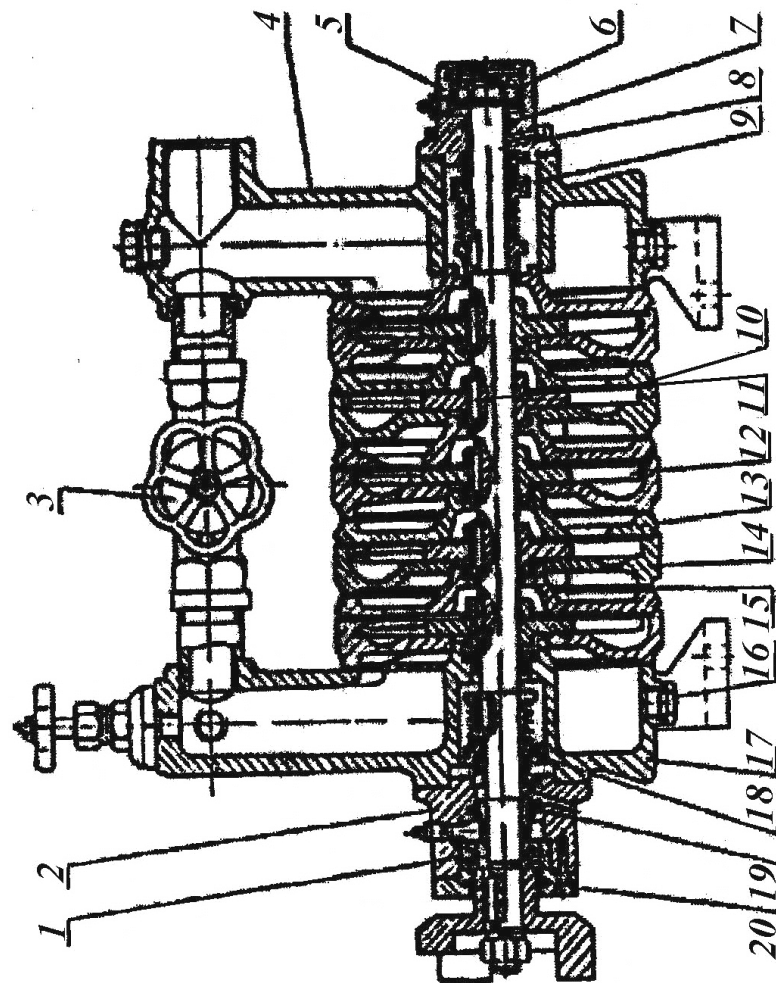

Рис.2. Насос:
4.2.1. **Насос** самовсасывающий, пятиступенчатый (рис.2)